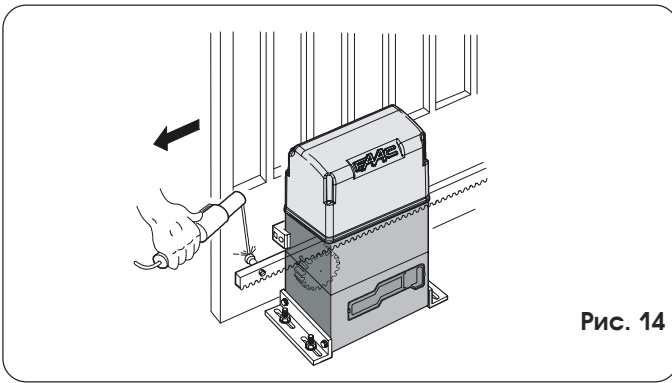

Рис. 14
- 3) Уложите первый отрезок рейки горизонтально на шестерню и приварите резьбовую бобышку к воротам, как показано на рис. 14.